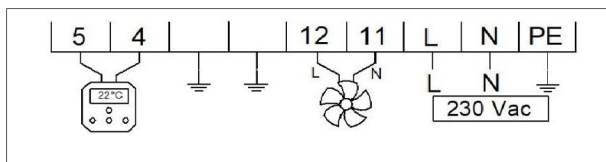

Figure 7 - Bornes de raccordement de l'aérotherme.
- Connecter les conducteurs du câble de raccordement au réseau d'alimentation électrique dans le boîtier de connexion (figure 7).